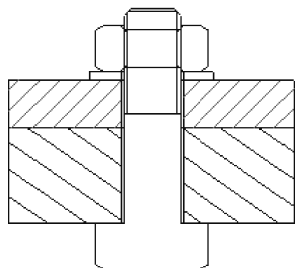
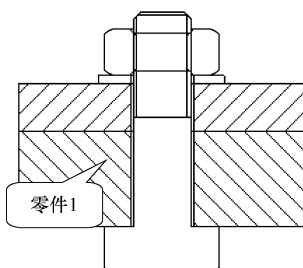

图 10-177 修改剖面线间距
图 10-178 完成剖面线修改
(13) 在【修改剖面线】菜单中选择【间距】选项，出现【修改模式】菜单，选择【整体】|【值】选项，消息区提示“输入间距值”，输入“3”并按<Enter>键，零件2的剖面线间距变为3，如图10-177所示。
(14) 在【修改剖面线】菜单中选择【下一个】选项，零件1的剖面线呈加亮显示，设置其角度为135°，间距为3。
(15) 选择在【修改剖面线】菜单中的【完成】选项，完成单击视图如图10-178所示。